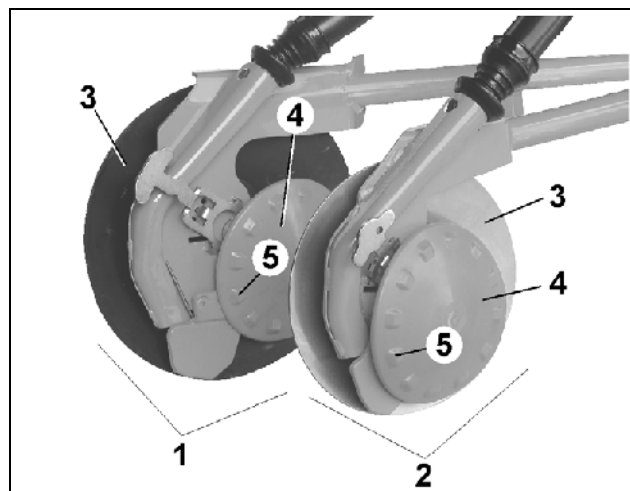

Fig. 19
- RoTeC-labb (Fig. 19/2)
- RoTeC +-labb (Fig. 19/1)
AMAZONE RoTeC-labben er egnet for direktesåing og harvsåing. Såfuren blir dannet av stålskiven og kroppen av herdet støpegods. Skivens bakside holdes fri for jord av den fleksible polyuretan (PU)-skiven (Fig. 19/4), som hertil blir presset mot stålskiven. Nuppene (Fig. 19/5) bidrar til ekstra fremdrift.
PU-skiven (Fig. 19/4) tjener også til begrensning av dybden, ved at den ruller opp på jordbunnen og begrenser inntrengningsdybden til stålskiven. Denne inntrengningsdybden kan stilles i tre trinn fra 2 til 4 cm (kap.11.5.2). For såing med dypere leggedybde enn 4 cm kan dybdeføringsskiven tas av uten bruk av verktøy.